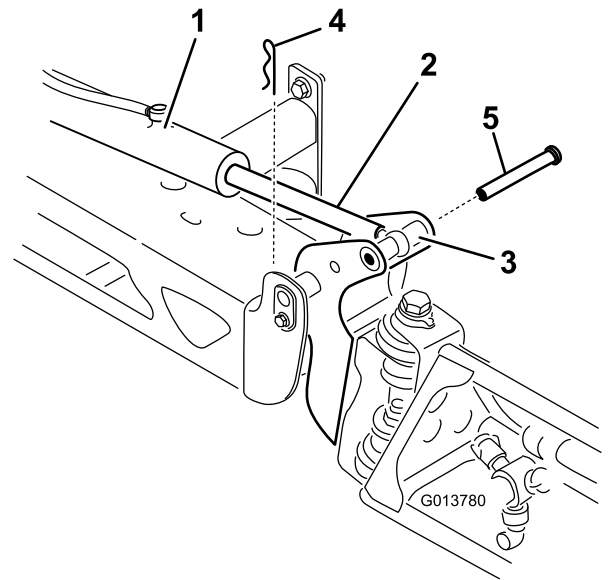

図 36
2. ピボット・ピンからコッターピンを抜き取る(図 36)。
3. ブームを持ち上げて、ピンを外す(図 36)。ブームをゆっくりと床まで降下させる。
6. ブームを持ち上げて、ピボットをアクチュエータ・ロッドに整列させる。ブームを支えながら、ブームのピボットとアクチュエータ・ロッドにピンを通す(図 36)。